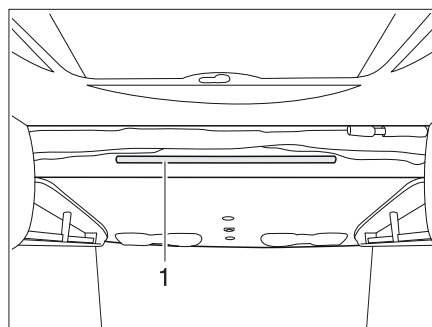

Fig. 162 Cama elevada eléctrica
- Enganchar la escalera de ascenso en la barra de soporte (Fig. 162,1) de la cama elevada con los dos ganchos.